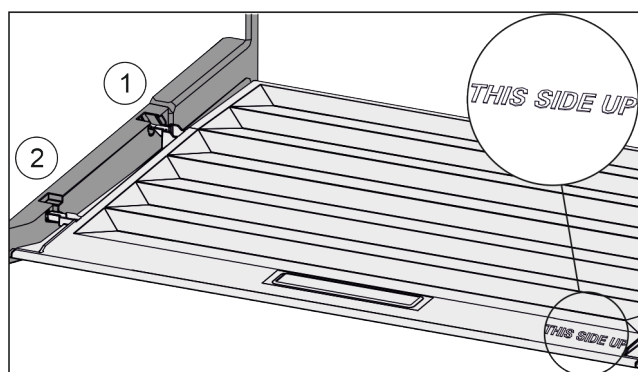

Fig. 102
- ▶ Ramiona pokrywy wprowadzić ponad otworem tylnego uchwytu Fig. 102 (1) i zazębić z przodu w uchwycie Fig. 102 (2).